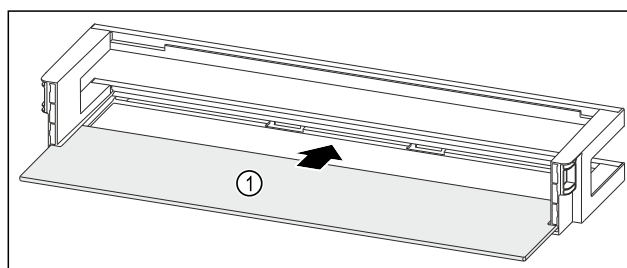

Fig. 127 Balconcino controporta con ripiano
- ▶ Inserire il ripiano Fig. 127 (1) negli incavi laterali.